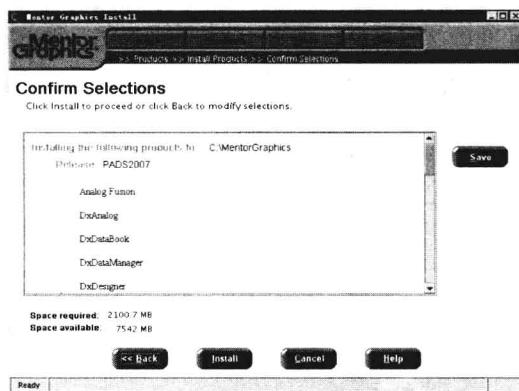

图 1-18 安装界面
- ⑩ 单击 **Next >>** 按钮，进入下一安装界面，如图 1-18 所示。